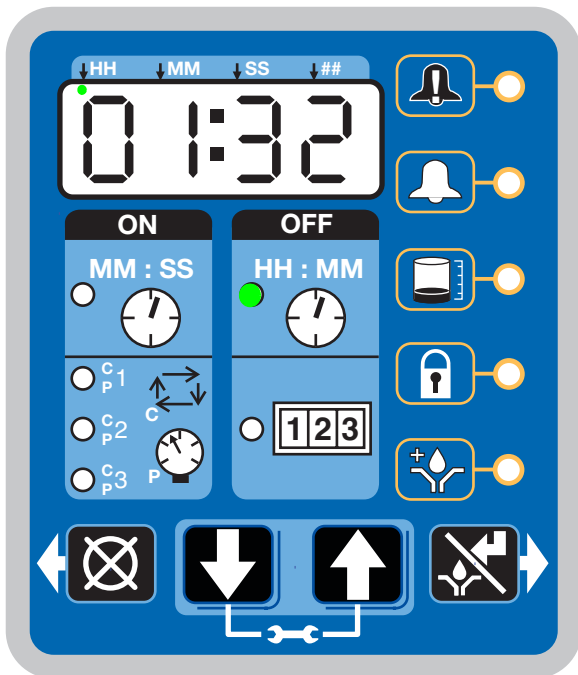

FIG. 21
Une fois la configuration terminée, la G3 commence automatiquement à exécuter la séquence de temps d'arrêt (FIG. 21).
- L'exemple indiqué sur FIG. 21 montre un temps d'Arrêt de 1 heure et 32 minutes avant que le cycle de lubrification commence.
- Quand le compte à rebours du temps de marche arrive à zéro, la pompe s'éteint à nouveau, le système fonctionne à nouveau en cycle de temps d'arrêt et le voyant de temps d'arrêt s'allume de nouveau (FIG. 21).